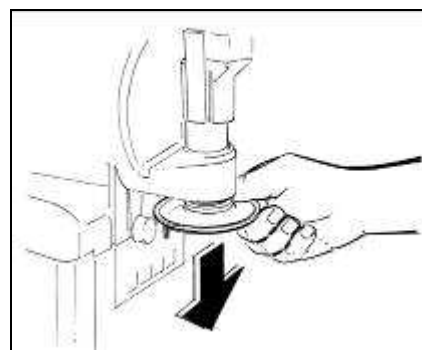

Fig. 26
- Rimuovere l'accessorio per dare la classica forma a stella al prodotto erogato (fig.26).